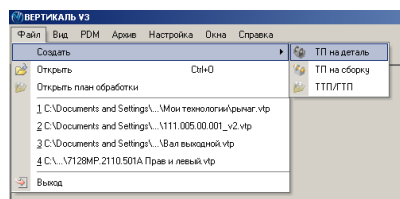
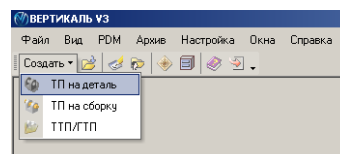

Рис.1
Рис.2
1. Выберите в основном меню **Файл – Создать – ТП на деталь** (рис. 1) или нажмите **Создать – ТП на деталь** на инструментальной панели (рис. 2).